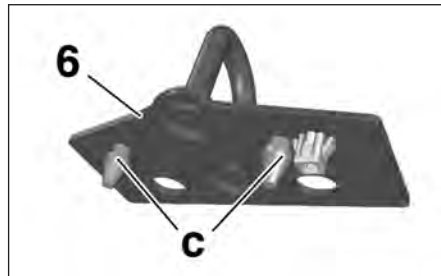
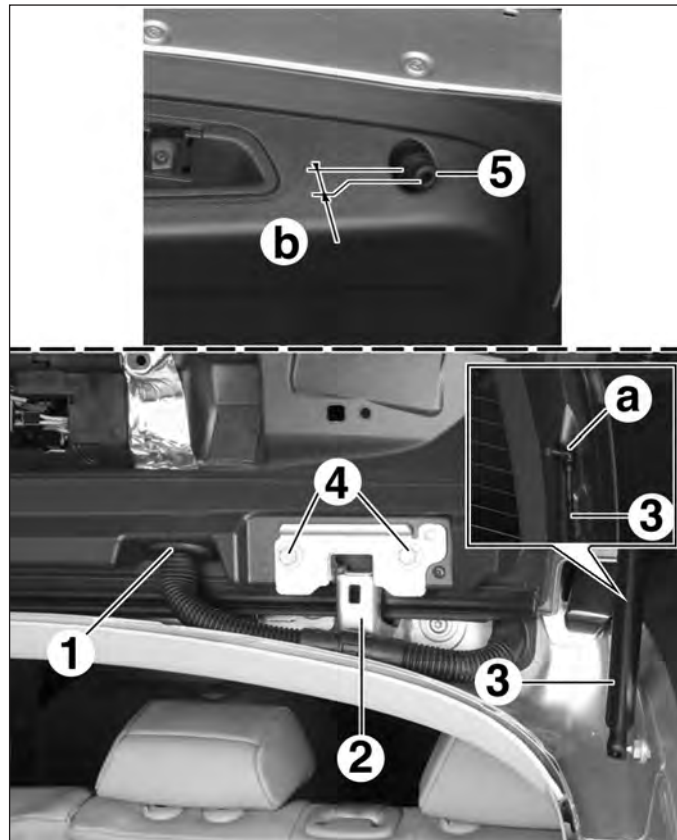

FIG.163
FIG.162
- Extraire les faisceaux électriques et le tuyau de lave-glace (côté droit) du hayon par les passe-fils (1) gauche et droit (Fig.162).
- Régler les butées (5) avec (b) = 19 mm (Fig.162).
- Effectuer les réglages du hayon avec les vis (4).
La gâche (6) du hayon est indexée. Il est possible, si nécessaire, de supprimer les indexes (c) en les coupant à l'aide d'une scie à métaux (Fig.163). Dans ce cas, traiter la gâche contre la corrosion.